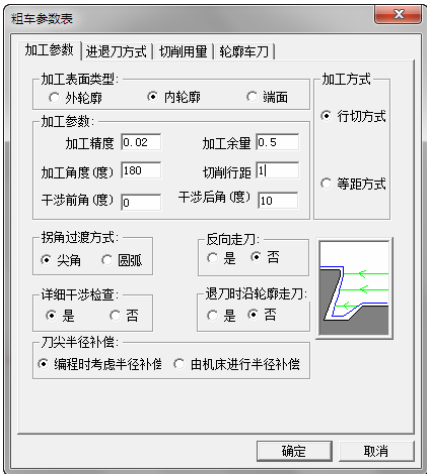

图 4-63 粗车加工参数设定
- 1) 单击“加工参数”选项卡，选择加工表面类型为内轮廓，其他参数如图 4-63 所示。